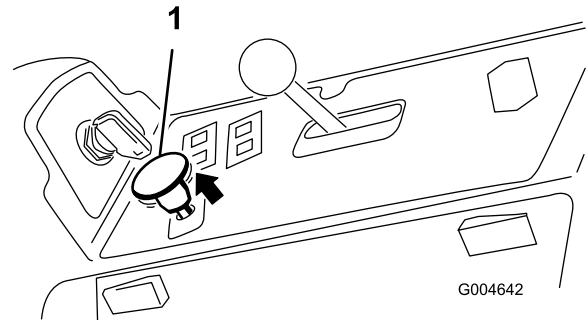

Figure 51
3. Tirez sur la commande de PDF pour engager la PDF (Figure 51).